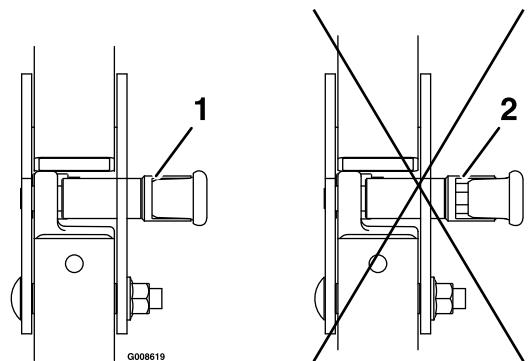

図 9
1. まず ROPS を通常使用位置に立て、次にノブを回して溝に半分掛けた状態にする図 9。
2. 次にROPSを完全に立てて上部バーを押えながら穴を整列させると、ピンがひとりでに中にはまる図 9。
3. ロールバーを押して、両方のピンが噛み合っていることを確認する(図 9)。